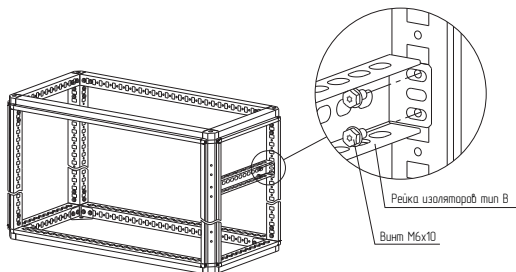

Рисунок 2
4.1.2 Установить рейку изоляторов тип В между стоек каркаса на нужной высоте и закрепить винтами с самонарезающей резьбой М6×10 (рисунок 2). Момент затяжки – 7 Н·м.